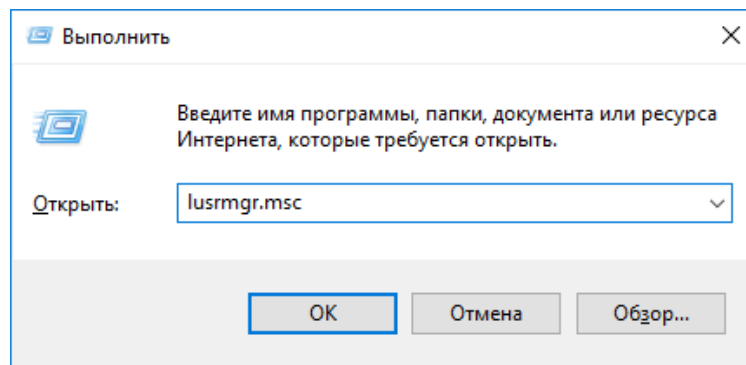
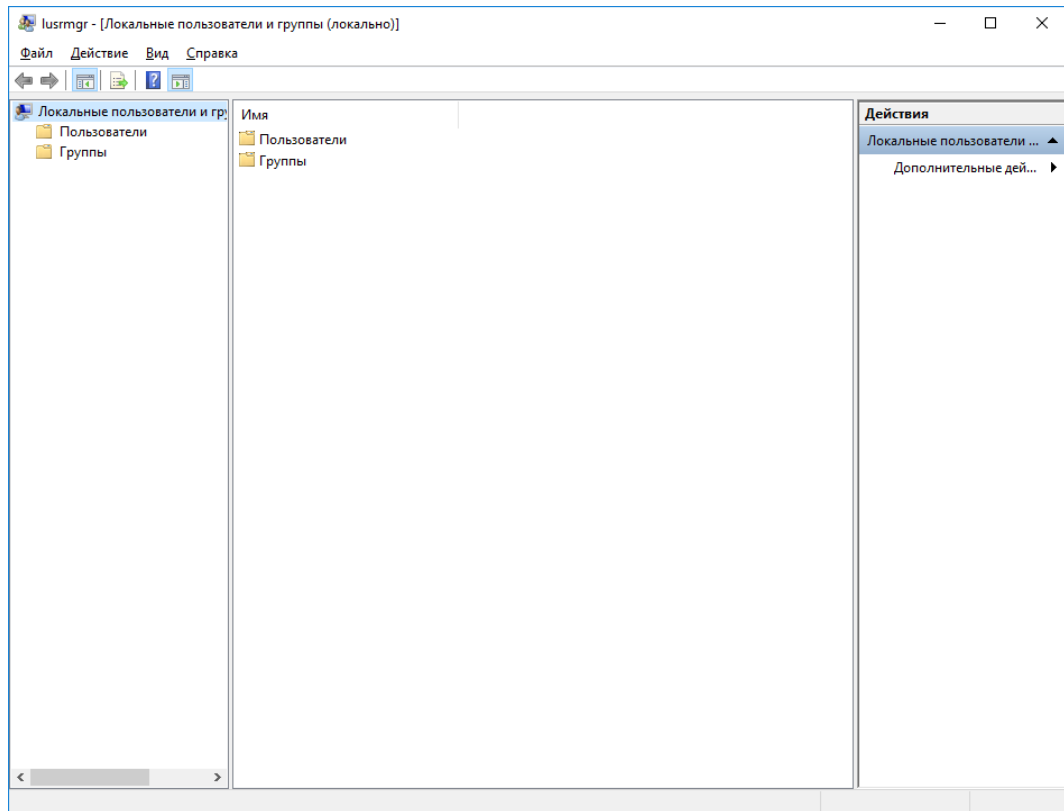
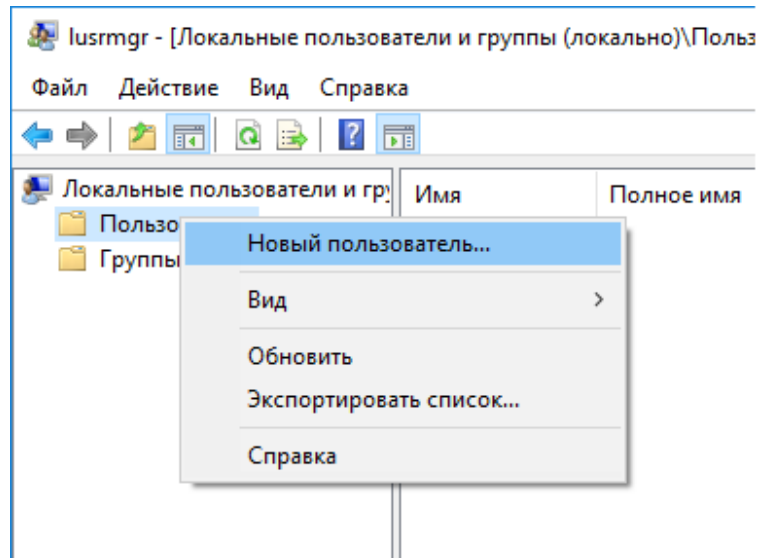
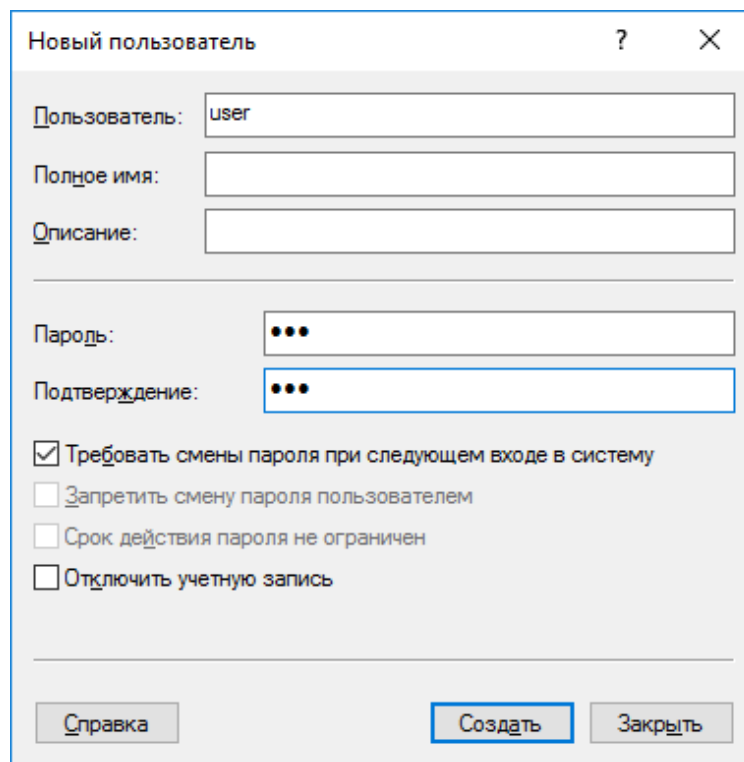

Рис. 2.10: Запуск оснастки настройки пользователей и групп
Рис. 2.11: Окно настроек пользователей и групп
Рис. 2.20: Переход в меню добавления нового пользователя
Рис. 2.21: Ввод имени и пароля для нового пользователя
1. Создаем группу пользователей для предоставления ей доступа к СОМ-объектам. Для примера дадим ей имя “ОРС”. Для этого выбираем “Пуск” → “Выполнить” (Windows + R) и вводим “**lusrmgr.msc**” (рисунок 2.10). Появится окно настройки локальных пользователей и групп (рисунок 2.11). Не все версии Windows поддерживают работу с группами (например, для Windows 10 вариант Home не поддерживает, а поддерживают только Pro или выше). Если Ваша версия Windows не поддерживает работу с группами, то появится окно, показанное на рисунке 2.12. В этом случае можно пропустить данный шаг и на следующем шаге разрешить доступ либо всем пользователям (через учетную запись “Все”), либо отдельно разрешить доступ каждому требуемому пользователю.
Запускаем “Пуск” → “Выполнить” (Windows + R) и вводим “lusrmgr.msc” (рисунок 2.10). В появившемся окне нажимаем правой кнопкой мыши на элементе “Пользователи” и выбираем в контекстном меню “Новый пользователь...” (рисунок 2.20). В появившемся окне (рисунок 2.21) вводим имя пользователя и пароль, нажимаем “Создать” и затем “Выход”.